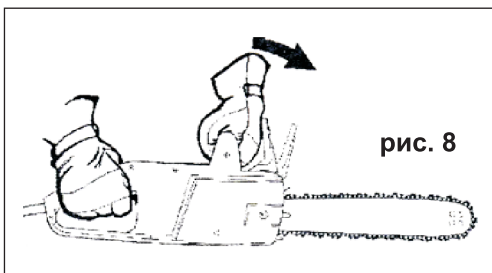

рис. 8
5.3.1 Для проверки механического торможения, крепко возьмитесь за обе рукоятки и включите пилу. Не отпуская переднюю рукоятку, левой рукой передвиньте щиток тормоза цепи вперёд. Цепь при этом должна мгновенно остановиться. Для разблокирования тормоза, переведите щиток тормоза в исходное положение (см. рис.8 и 9).